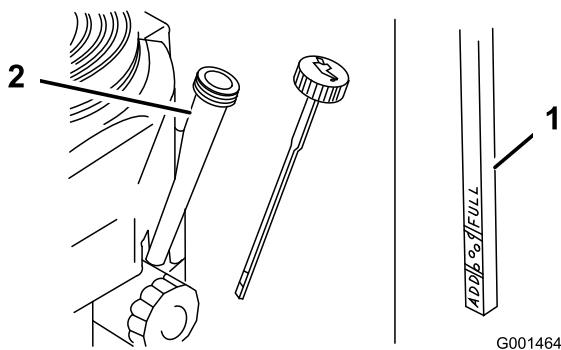

Figure 17
3. Nettoyez la surface autour de la jauge d'huile (Figure 17).
4. Retirez la jauge d'huile et essuyez soigneusement l'extrémité (Figure 17).
5. Insérez la jauge au fond du tube, sans la visser dans le goulot de remplissage (Figure 17).
6. Sortez de nouveau la jauge et examinez son extrémité. Le niveau d'huile doit se situer entre les repères minimal et maximal (Figure 17).